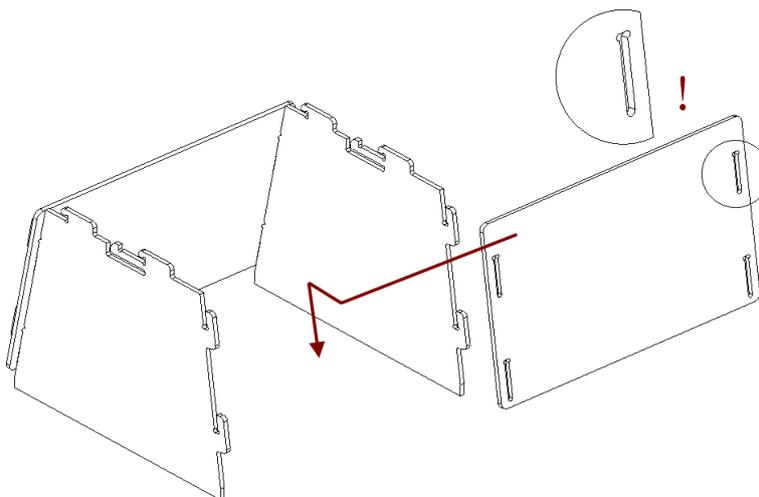

Рис. 12.15: Сборка задней стенки
2. Установите заднюю стенку аналогичным способом (см. Рис. 12.15).